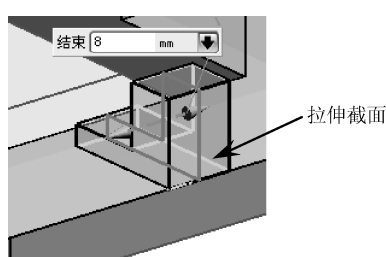

图 4-105 创建小拉伸特征
- 13 使用【拉伸】工具，选择如图4-105所示的截面，以默认拉伸方向创建出对称值为8的实体特征。